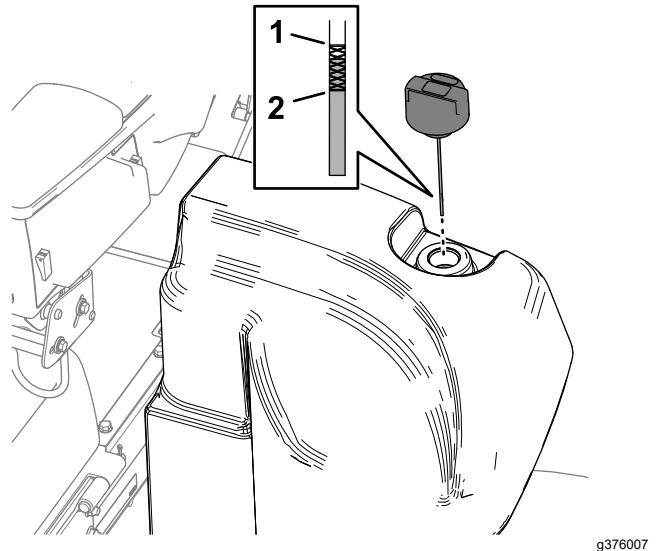

Figure 104
2. Nettoyez la surface autour du goulot et du bouchon de remplissage du réservoir hydraulique (Figure 104).